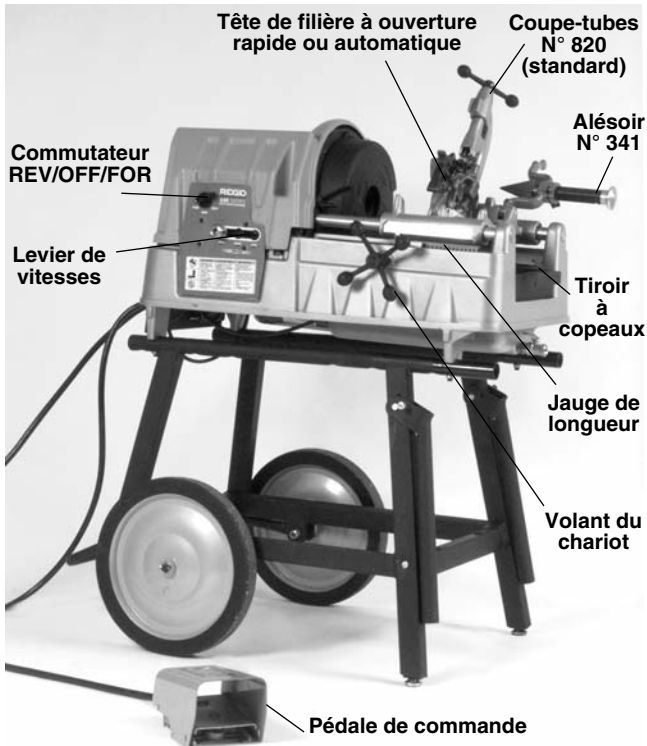

Figure 4 – Machine à fileter automatique pour tuyaux et boulons Modèle 535
1. Vérifiez que la machine à fileter est débranchée et que son commutateur est en position OFF (arrêt) (Figure 4)
4. Vérifiez que la pédale de commande est présente et qu'elle est reliée à la machine à fileter (Figure 4).